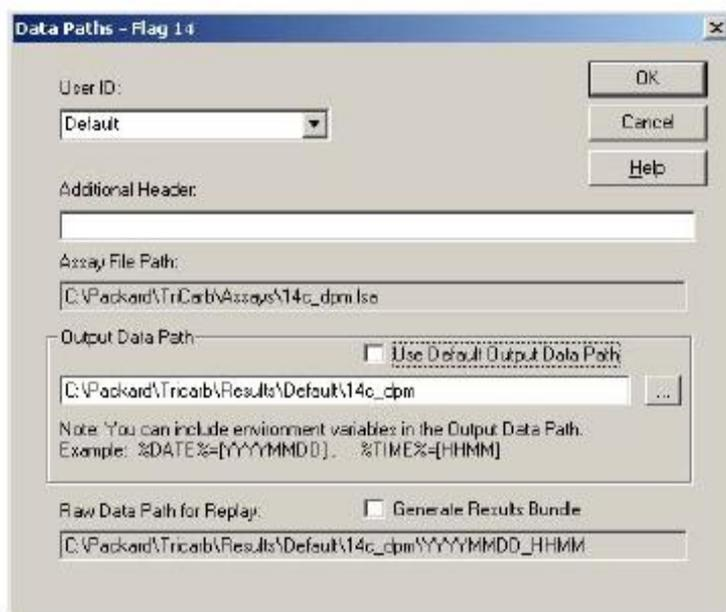

Рисунок 3-22. Окно **Data Paths** (Пути данных).
Выберите **File | Data Paths** (Файл | Пути данных), чтобы открыть окно *Data Paths* (Пути данных) (Рисунок 3-22). В этом окне можно указать место для сохранения файлов данных, сформированных в результате анализа. Путь можно выбрать на основании дополнительных приложений, которые вы хотите использовать для обработки данных или для соответствия стратегии по хранению данных на предприятии. Для сохранения данных также можно выбрать каталог по умолчанию, поставив флажок в окошке **Use Default Output Data Path** (Использовать путь выходных данных по умолчанию).
**Примечание:** Данная информация сохраняется на базе протокола, как указано в строке заголовка окна **Data Paths** (Пути данных) (Рисунок 3-22).